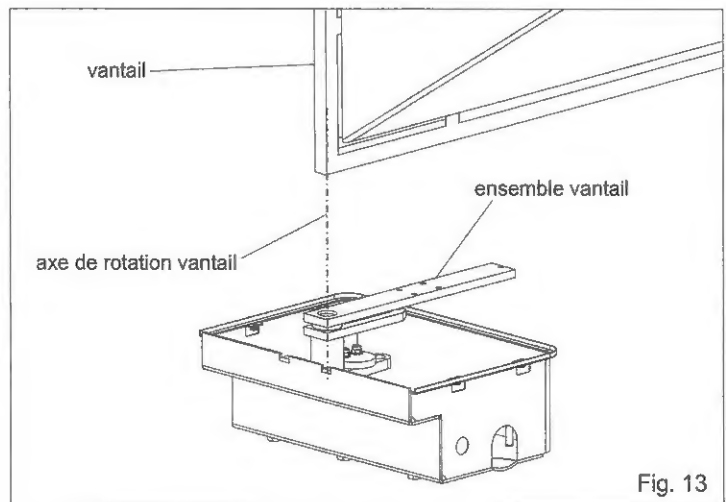

Fig. 13
3.1. Positionner le vantail du portail sur la charnière supérieure et l'axe du caisson (Fig. 13);